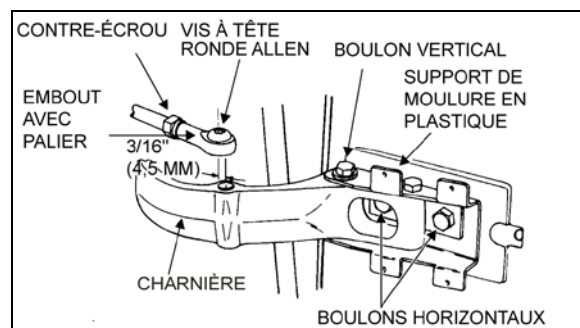

FIGURE 24 : CHARNIÈRE DE PORTE SUPÉRIEURE 18058
- Retirer la vis à tête ronde Allen et la rondelle qui maintiennent l'embout à rotule sur la charnière supérieure. Voir la figure 24.